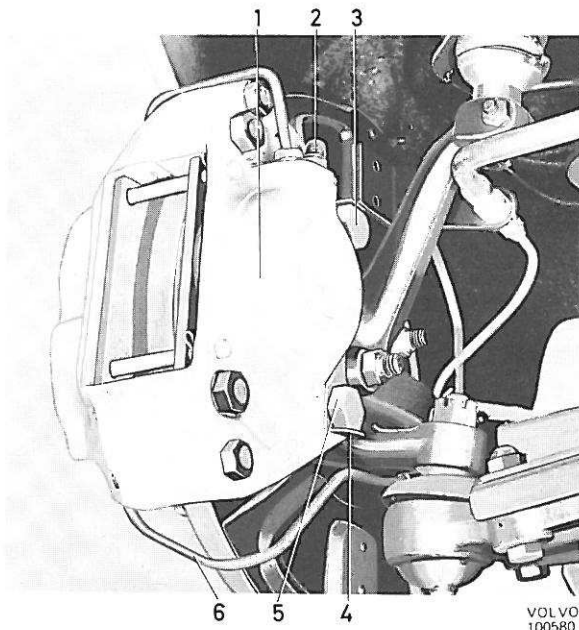
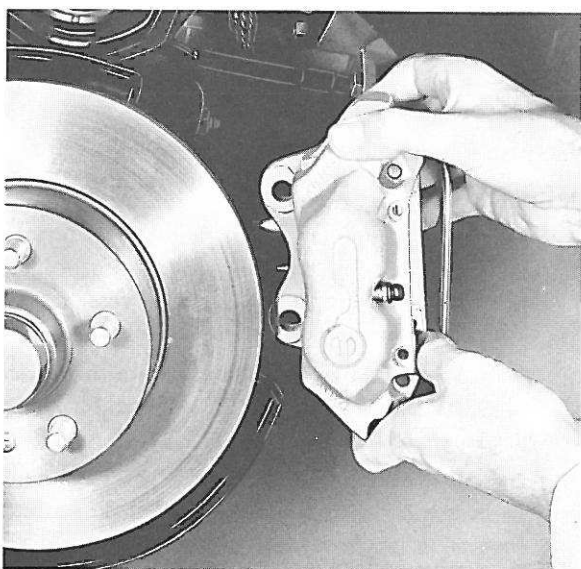

Figure 20. Frein de roue avant
Figure 21. Dépose de l'étrier de frein
3. Démontez le conduit de frein (ou les conduits selon le modèle de frein du flexible) du support. Relever la languette de la plaque de verrouillage (4, figure 20) s'il existe. Enlever les vis de fixation (5) et déposer l'étrier de frein, voir figure 21.
1. Remettre l'étrier en place. Bien vérifier l'état général et la propreté des surfaces de contact car il faut que l'étrier soit parfaitement positionné par rapport au disque de frein. Contrôler la position en mesurant la distance entre le disque de frein et le talon de support sur l'étrier, des deux côtés du disque. La différence relevée entre les cotes ne doit pas dépasser 0,25 mm. En cas de nécessité, la position peut être réglée avec des cales de réglage. Remettre les vis de fixation après leur avoir mis quelques gouttes de Locktite, type AV, s'il s'agit des étriers de nouveau modèle (figure 20). Pour ceux d'ancien modèle, remettre la rondelle de verrouillage. S'assurer de la mobilité du disque entre les plaquettes de freins.